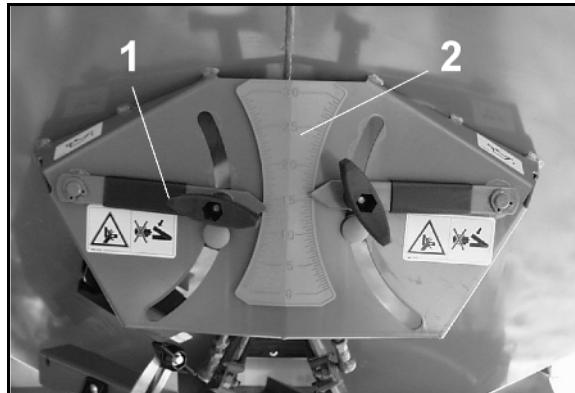

図 85
5. 境界散布偏向板 (図 85/1) を蝶ナット (図 85/2) で散布ディスクに取り付けます。
6. 読み取りエッジ (図 85/3) は散布表に従い、目盛り (図 85/4) で設定し、蝶ナット (図 85/2) を再び締め付けます。